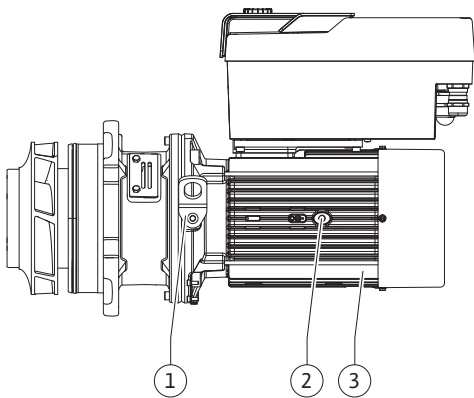

Fig. 100: Głowica silnika
9. Zdjąć głowicę silnika (Fig. 100) z korpusu pompy poluzowując śruby kołnierza (Fig. I, poz. 29).
16. Wprowadzić głowicę silnika (patrz Fig. 100) w korpus pompy w poprzedniej lub innej pozycji kątowej. Należy przy tym przestrzegać dopuszczalnych położeń montażowych elementów „Dozwolone położenie montażowe i zmiana rozmieszczenia elementów przed instalacją” [► 220]).